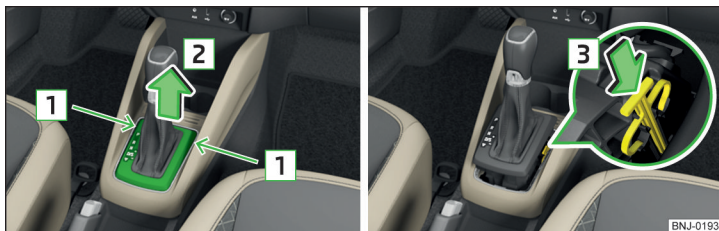

Abb. 187 Wählhebel-Notentriegelung
- › Einen dünnen Schlitzschraubendreher oder ein ähnliches Werkzeug in den Spalt im Pfeilbereich [1] » Abb. 187 stecken und die Abdeckung in Pfeilrichtung [2] vorsichtig anheben.